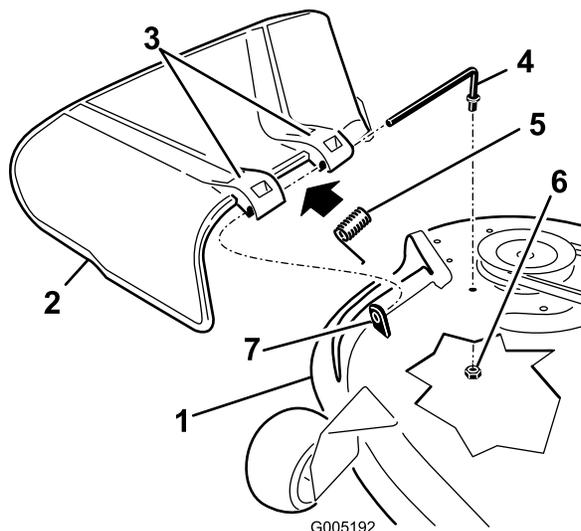

Figura 65
1. Togliete il dado ($\frac{3}{8}$ ") dall'asta sottostante il tosaerba (Figura 65).
2. Estraiete l'asta dal distanziatore corto, dalla molla e dal deflettore dell'erba (Figura 65).
4. Riposizionate il deflettore dell'erba (Figura 65).
7. Fate scorrere l'asta attraverso la seconda staffa del deflettore dell'erba (Figura 65).
9. Fissate l'estremità posteriore dell'asta nel tosaerba con un dado ($\frac{3}{8}$ "), come mostrato in (Figura 65).